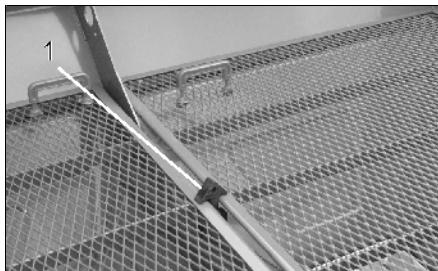
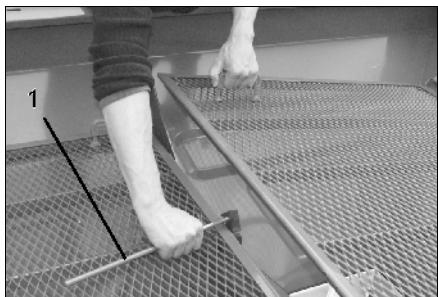

Рис. 58
Рис. 59
- Фиксатор (Рис. 58/1) при помощи вспомогательного инструмента (Рис. 59/1) поверните на 90°.